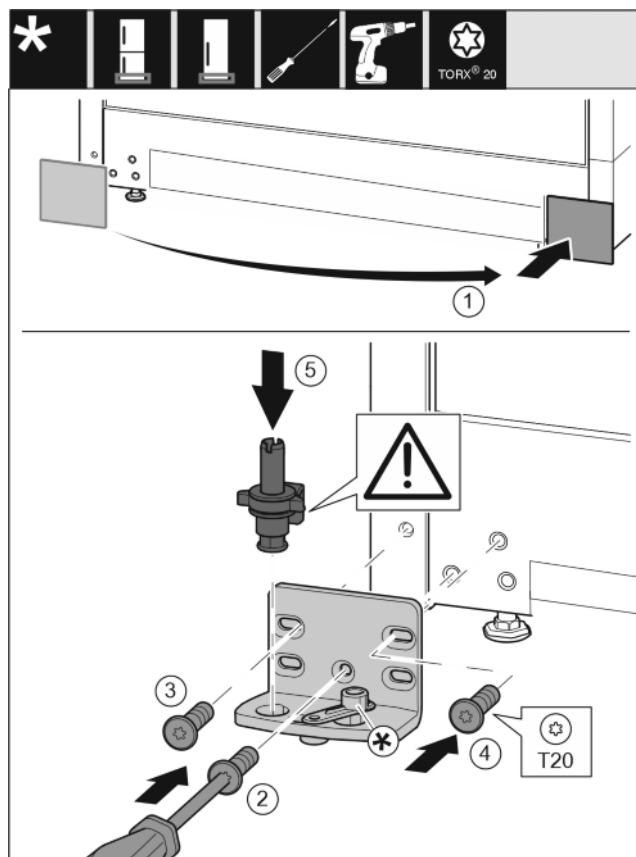

Fig. 15
- Detaşaţi capacul şi montaţi-l pe partea opusă. Fig. 15 (1)
- Aplicaţi suportul de lagăr pe partea opusă şi înşurubaţi-l cu ajutorul unei şurubelniţe T20. Începeţi cu şurubul 2 de jos din centru. Fig. 15 (2)
- Înşurubaţi ferm şurubul 3 şi 4. Fig. 15 (3,4)
- Introduceţi complet bolţul de lagăr. Aveţi grijă aici ca respectiva camă de cuplare să fie îndreptată către înapoi. Fig. 15 (5)